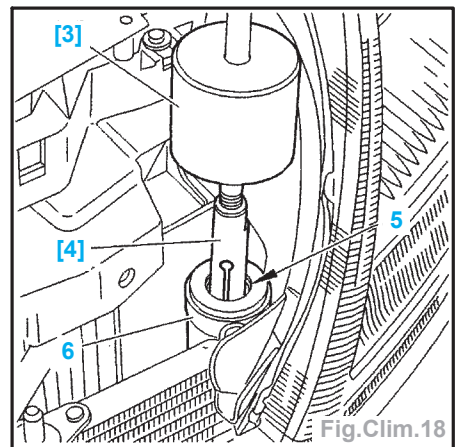

Fig.Clim.18
- Déposer le bouchon plastique (3) à l'aide de l'outil [2] (embout Torx 70).
- Déposer la cartouche filtrante et dessiccative à l'aide des outils [3] et [4] (extracteur à inertie réf. 1671 TA équipé de l'embout réf. 1671. TD20) (Fig. Clim.18).